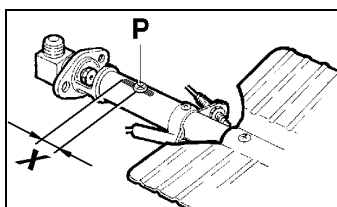

Fig. 14
- 2) Dévisser la vis **P** et régler la position **X** du cône venturi (Fig.14) conformément aux indications du tableau n°4.